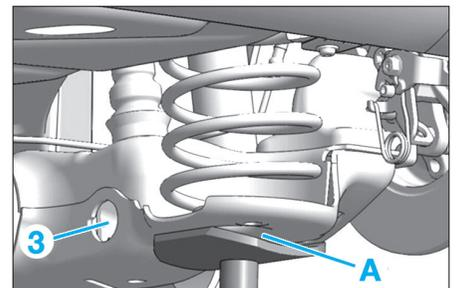

Fig. 43
- Déposer le cache de traverse AR (2)
- Positionner un outil de levage en "A" (Fig.43).